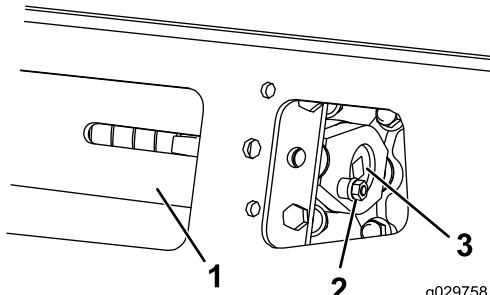
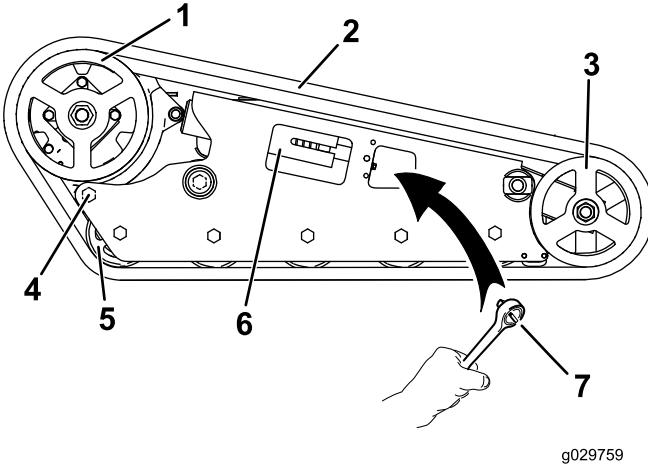

Figure 55
Figure 56
3. Enlevez le boulon et l'écrou de blocage (Figure 55).
5. Alignez l'encoche la plus proche dans la vis de tension et le trou du boulon de blocage, et fixez la vis avec le boulon et l'écrou de blocage (Figure 55).
3. À l'aide d'une douille d'entraînement de 13 mm, tournez la vis de tension dans le sens horaire pour détendre la transmission (Figure 55 et Figure 56).
4. Desserrez le boulon arrière près de la roue d'entraînement (Figure 56).
6. Lorsque la chenille est déchaussée de la roue avant, retirez-la du pignon d'entraînement et des galets de roulement (Figure 56).
7. Pour installer la chenille neuve, commencez par l'enrouler autour du pignon d'entraînement, en veillant à ce que les crampons s'engagent correctement entre les entretoises du pignon (Figure 56).
8. Poussez la chenille sous et entre les galets de roulement (Figure 56).